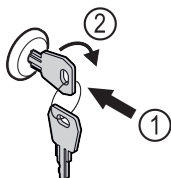

Fig. 125 Voorbeeld
- Sleutel erin duwen Fig. 125 (1).
- Sleutel 90° rechtsom draaien Fig. 125 (2).